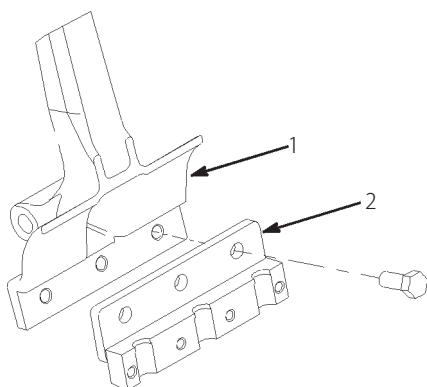

図 23
2. 各タイン・アームにタイン・ホルダーを取り付ける(図23; $1/2 \times 1-1/4"$ キャップスクリュ 3 本を使用)。キャップスクリュを 75 ft.-lbs (10.5 kg.m) にトルク締めする。(キャップスクリュはホルダー・キットの付属品。)